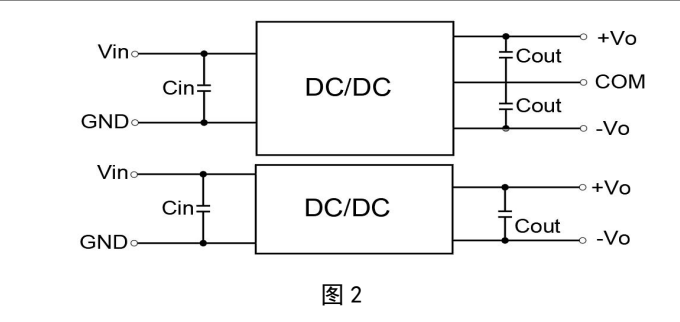

图 2
C2	参照图 2 中 Cout 参数
1. 所有该系列的 DC/DC 转换器在出厂前，都是按照（图 2）推荐的测试电路进行测试。